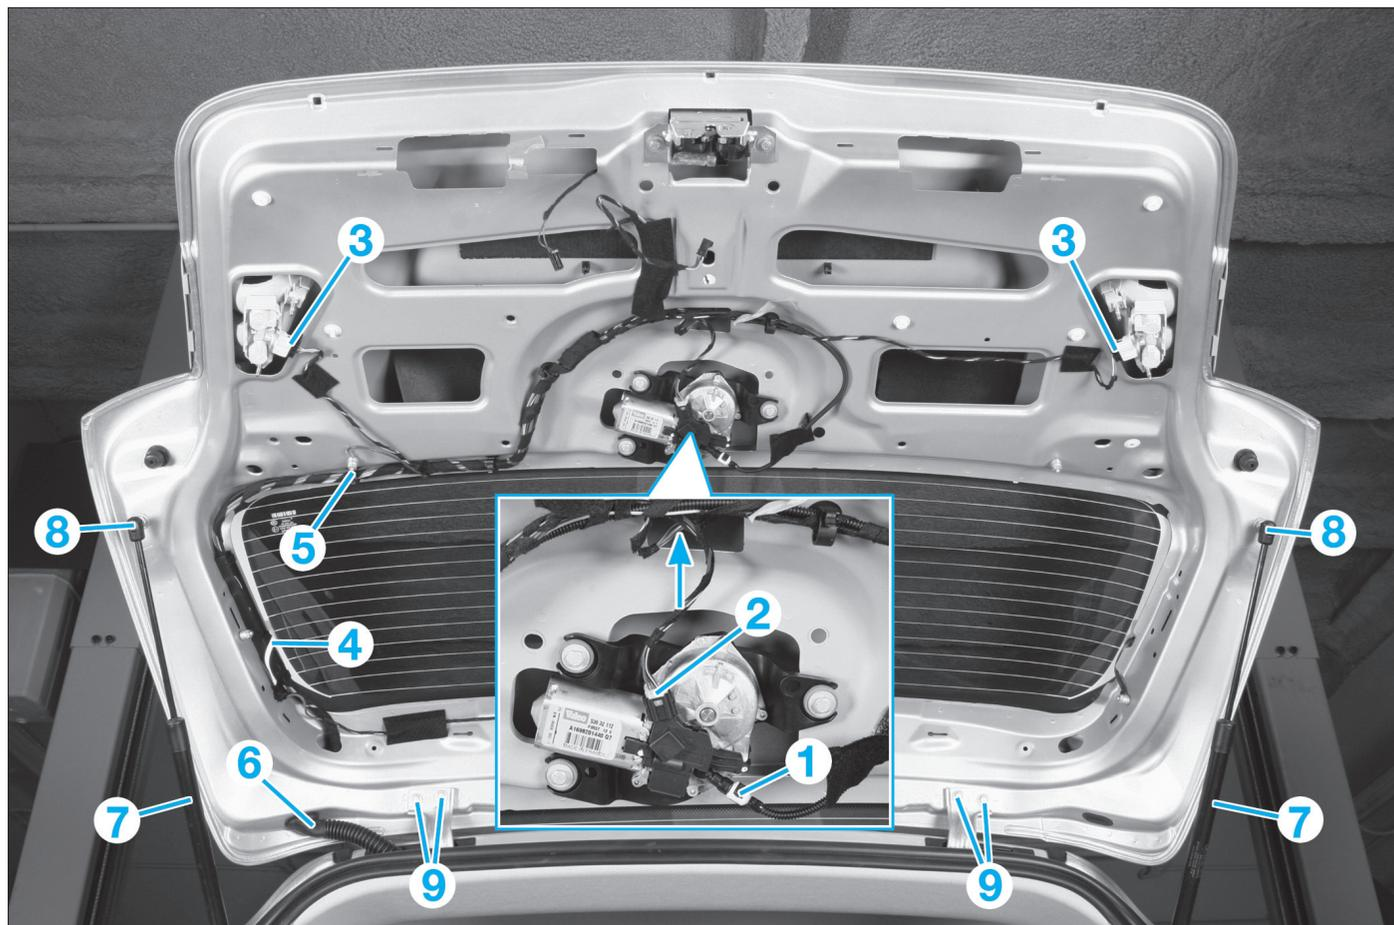

FIG. 67
- Débrancher (**Fig.67**) :
- le tuyau de lave-vitre (1),
- le connecteur (2) du moteur de lave-vitre,
- les connecteurs (3) des feux arrière,
- le connecteur (4) de la lunette chauffante,
- le câble de masse (5).